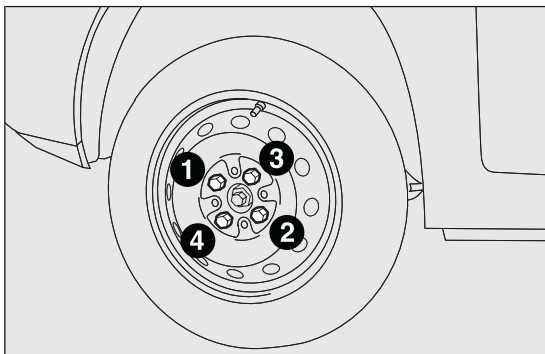

fig. 142
- mediante l'utilizzo della chiave in dotazione, serrare a fondo i bulloni, passando alternativamente da un bullone a quello diametralmente opposto, secondo l'ordine numerico illustrato in fig. 142.